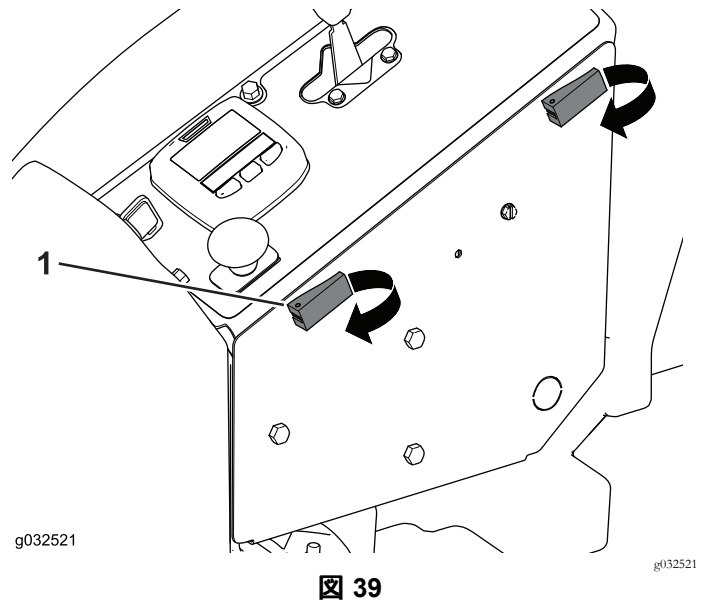

図 39
1. スエルラッチを外してオペレータコントロールパネルを外す 図 39。